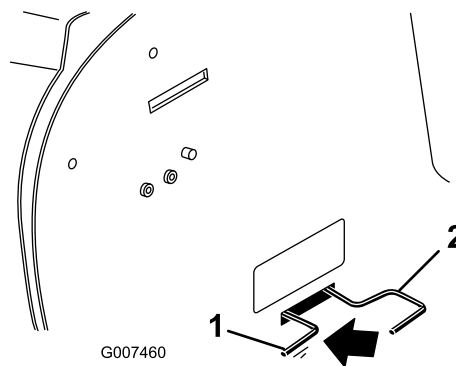

Figura 13
5. Empuje hacia dentro la palanca de control de tracción y deslícela hacia la izquierda para bloquearla (modelo 70186 solamente) (Figura 13).